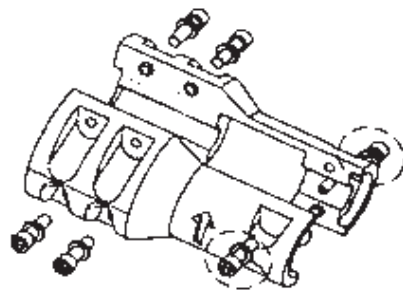

Figure 22 — Vis d'assemblage à 6 pans creux de l'accouplement
4. Enlever les quatre (4) vis à tête hexagonale retenant le moteur à son adaptateur et les conserver pour le remontage.
7. Fixer le moteur à l'adaptateur avec les quatre (4) vis à tête hexagonale, serrées au couple pertinent (v. Données techniques, page 8).
11. Serrer à peine les deux (2) vis d'assemblage à 6 pans creux, côté pompe de l'accouplement (fig. 22).